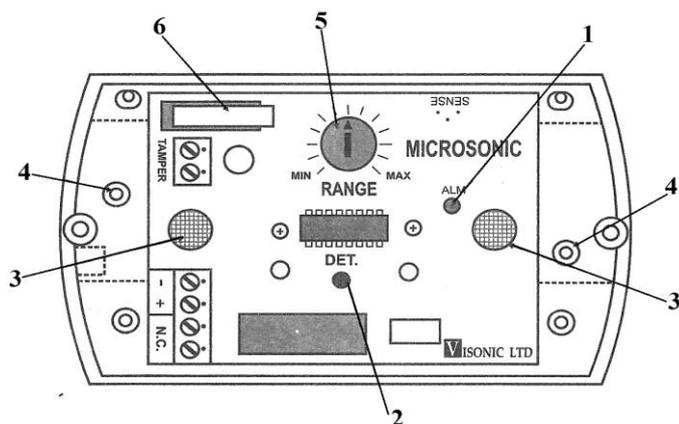

Рис. 1. Индикаторные светодиоды: 1 – ТЕСТ; 2 – ТРЕВОГА; 3 – излучатель и приемник; 4 – монтажное отверстие; 5 – регулятор чувствительности; 6 – тампер.
3. Извещатель MICROSONIC применяется в закрытых помещениях для обнаружения движения в охраняемой зоне. Имеет одноблочную структуру. Корпус состоит из крышки и основания, в основании устанавливается плата извещателя. На плате размещены элементы (Рис.1 и слайд №.): излучатель и